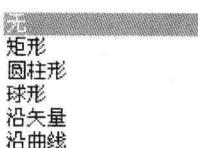

图 1-22 偏置选项
(3) 用偏置的方法建立新点。根据已经存在的点，定义其偏置值建立新的点，偏置的方法有以下几种，如图 1-22 所示。